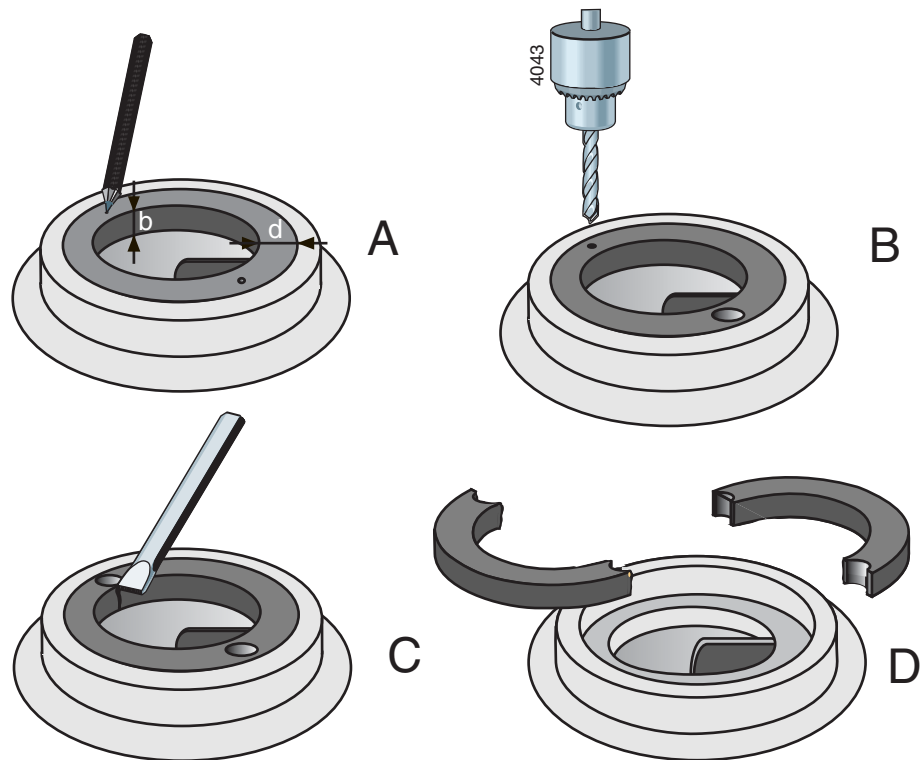

Figura 14: Desmontaje del anillo de desgaste estacionario.
- 1 Mida el espesor (d) y el ancho (b) del anillo. Consulte figura 14 A.
- 2 Realice un orificio de centrado en mitad del borde del anillo en dos puntos opuestos. Consulte figura 14 B.
- 3 Utilice una broca con un diámetro algo inferior que el grosor (d) del anillo y realice dos orificios en este. Consulte figura 14 C. La profundidad del orificio no debe superar el ancho (b) del anillo. Procure no dañar la superficie de contacto de la carcasa de la bomba.
- 4 Corte mediante un cincel el resto del grosor del anillo. Ahora puede retirar de la carcasa de la bomba las dos mitades del anillo. Consulte figura 14 D.